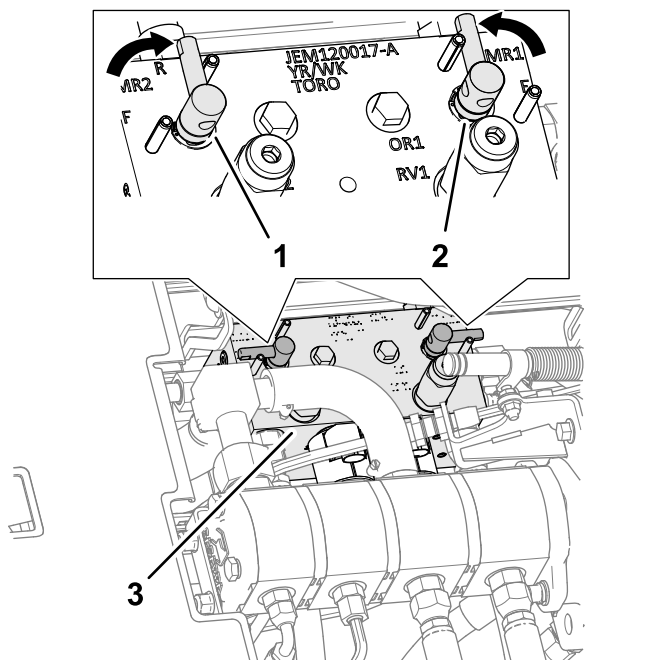

Figura 116
4. Desenganche y levante el asiento para tener acceso al distribuidor del cortacésped (Figura 116).
5. Mueva la palanca de autoafilado a la posición R (autoafilado) (Figura 116).